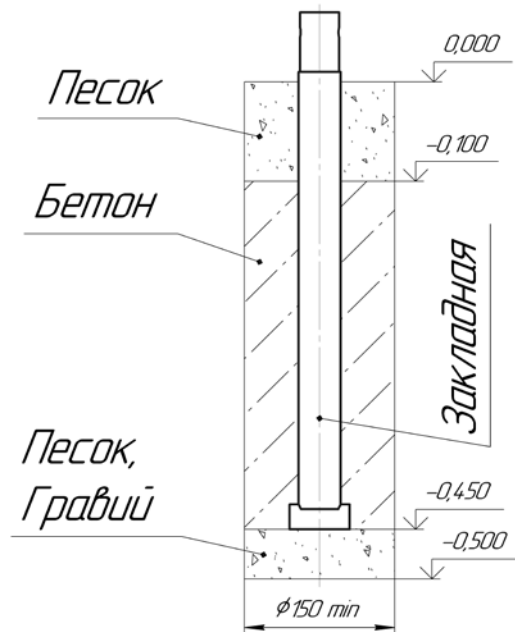
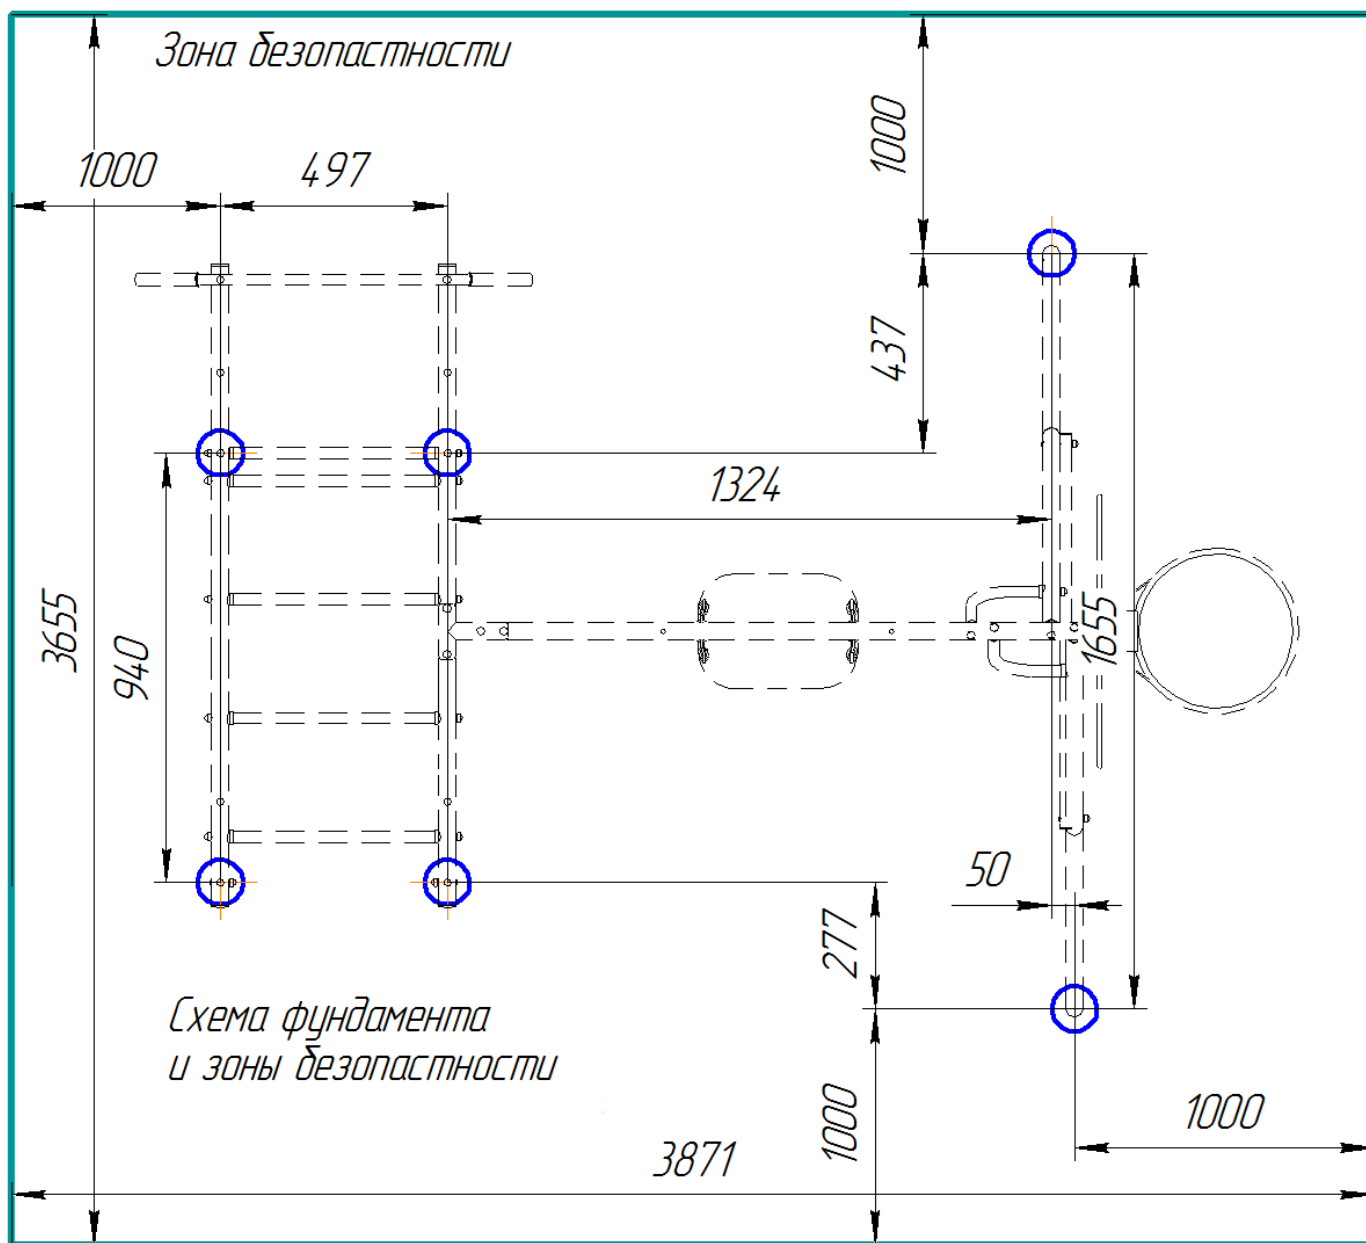

Рис. 8
Рис. 9 – Схема для фундамента.
6. Выполните разметку под фундамент согласно схеме (рис. 9) и выroyте ямы глубиной не менее 45 см. (рис. 8). Установите Комплекс при помощи строительного уровня и осуществите бетонирование.